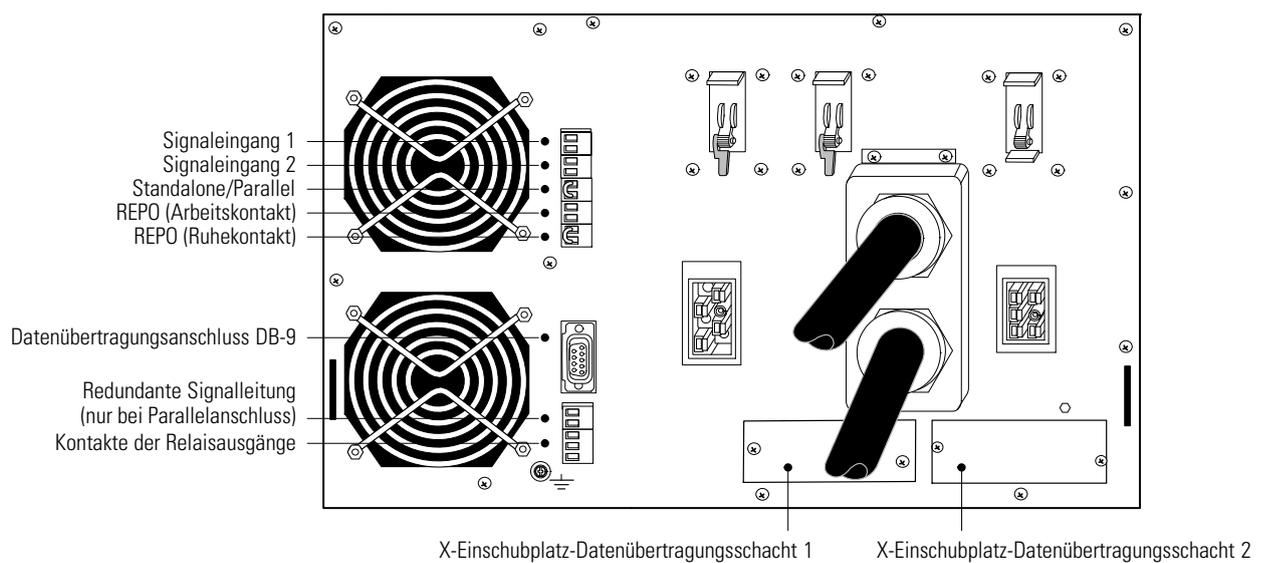
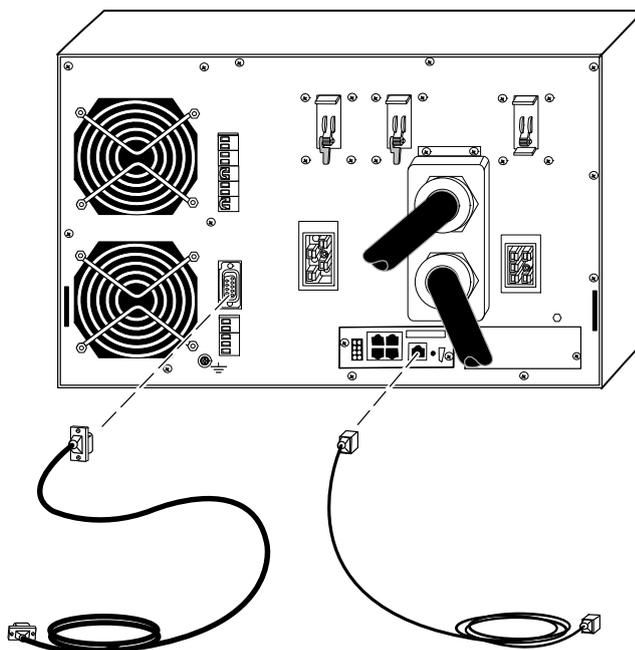
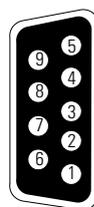

Abbildung 47. Datenübertragungsoptionen und Steueranschlüsse (Standalone-USV)
Abbildung 48. Anschluss der Datenübertragungskabel
Abbildung 49: Datenübertragungsanschluss
In Abbildung 47 ist die Position der Datenübertragungsoptionen und der Steueranschlüsse an der USV dargestellt.
1. Installieren Sie die entsprechende X-Einschubplatz-Karte und/oder schließen Sie erforderliche Kabel an (siehe Abbildung 47 und Abbildung 48).
Die Anschlussstifte des Kabels sind in Abbildung 49 dargestellt und die Stiftfunktionen sind in Tabelle 6 beschrieben. Die Position des Datenübertragungsanschlusses ist in Abbildung 47 auf Seite 65 dargestellt.
Die Position der beiden X-Einschubplatz-Datenübertragungsschächte ist in Abbildung 47 auf Seite 65 dargestellt.
Es stehen zwei REPO-Stellungen zur Verfügung: Arbeitskontakt (Normally-open - NO) bzw. Ruhekontakt (Normally-closed - NC). Die Stellungen des REPO-Schalters sind in Abbildung 47 auf Seite 65 dargestellt.
Die USV verfügt über einen programmierbaren Relaisausgang mit potenziell freien Kontakten für die Fernalarmanzeige (siehe Abbildung 47 auf Seite 65). Weitere vier Relaisausgänge sind mit der X-Einschubplatz-kompatiblen Relais-Schnittstellenkarte erhältlich.
Die USV weist zwei programmierbare Signaleingänge auf (siehe Abbildung 47 auf Seite 65). Es wird die Verwendung eines ungepolten (Relais-)Steuereingangs empfohlen. Die Stifte müssen kurzgeschlossen werden und einen Widerstand von maximal 10 Ohm aufweisen, um den jeweiligen Eingang zu aktivieren.